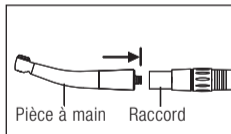

Fig. 2
- 1 Insérez la pièce à main dans le raccord (Fig. 2).